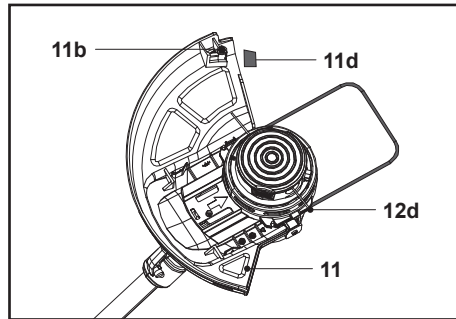

Fig. 14
La protección (11) protege al usuario frente a objetos despedidos durante su uso. Está equipada con una cuchilla (11b) que corta los hilos de corte (12d) (Fig. 14).